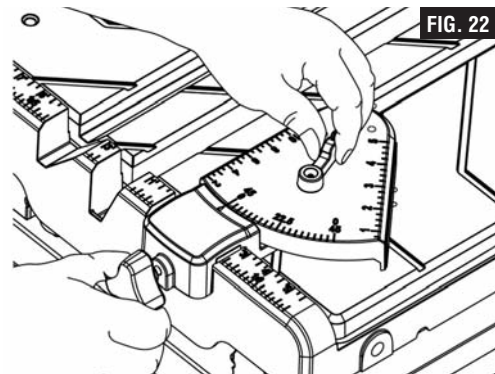

FIG. 22
2. Réglez le guide universel de façon que l'angle désiré (0°, 22,5° ou 45°) s'aligne sur la flèche de l'indicateur (Fig. 22). Serrez le levier pour verrouiller le guide universel à l'angle désiré.